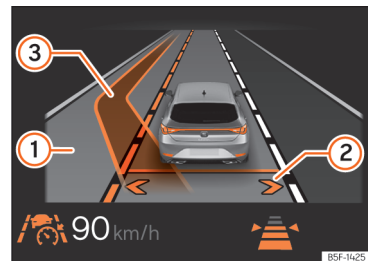

Fig. 146 Pe ecranul panoului de bord: afișaj asistent schimbare bandă (reprezentare schematică).
Acest lucru activează Lane Assist. Săgețile de pe banda proprie de pe afișajul panoului de bord sunt gri » » fig. 146 ②
afișajul panoului de bord alături de banda proprie. Săgeata de pe partea corespunzătoare a benzii este afișată în alb » » fig. 146 ②.